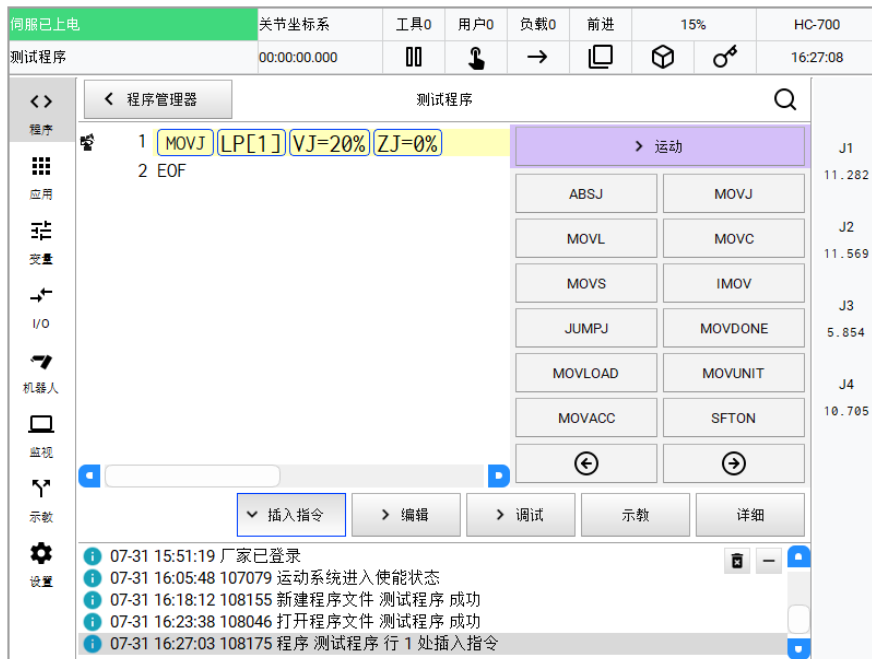

图7-5 输入指令界面图
2. 点击【插入指令】，如选择“运动”--“MOVJ”指令，点击左键会自动插入程序中。(具体每条指令参数和用法，请参见《SCARA机器人编程指令手册》)。如图7-5所示。